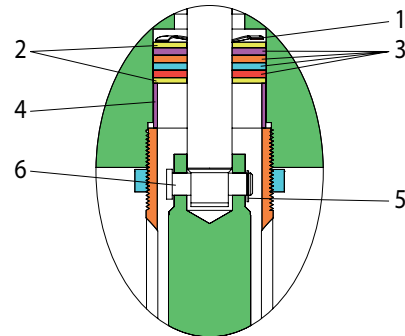

Figure 2
1. Desserrer le contre-écrou (90571) et dévisser la pompe entière du moteur d'air. Il exposera la broche du connecteur (6) (voir la figure 2).
2. Retirez le (5) bague de retenue et broche du connecteur (6) pour libérer la tige de piston moteur air provient de la tige de piston de pompe inférieure.
3. Retirer l'entretoise (4), la rondelle (2), 4 (3) garnitures, machine à laver (2) et rondelle à ressort (1) ondulés de la lame d'air moteur (voir la figure 2).